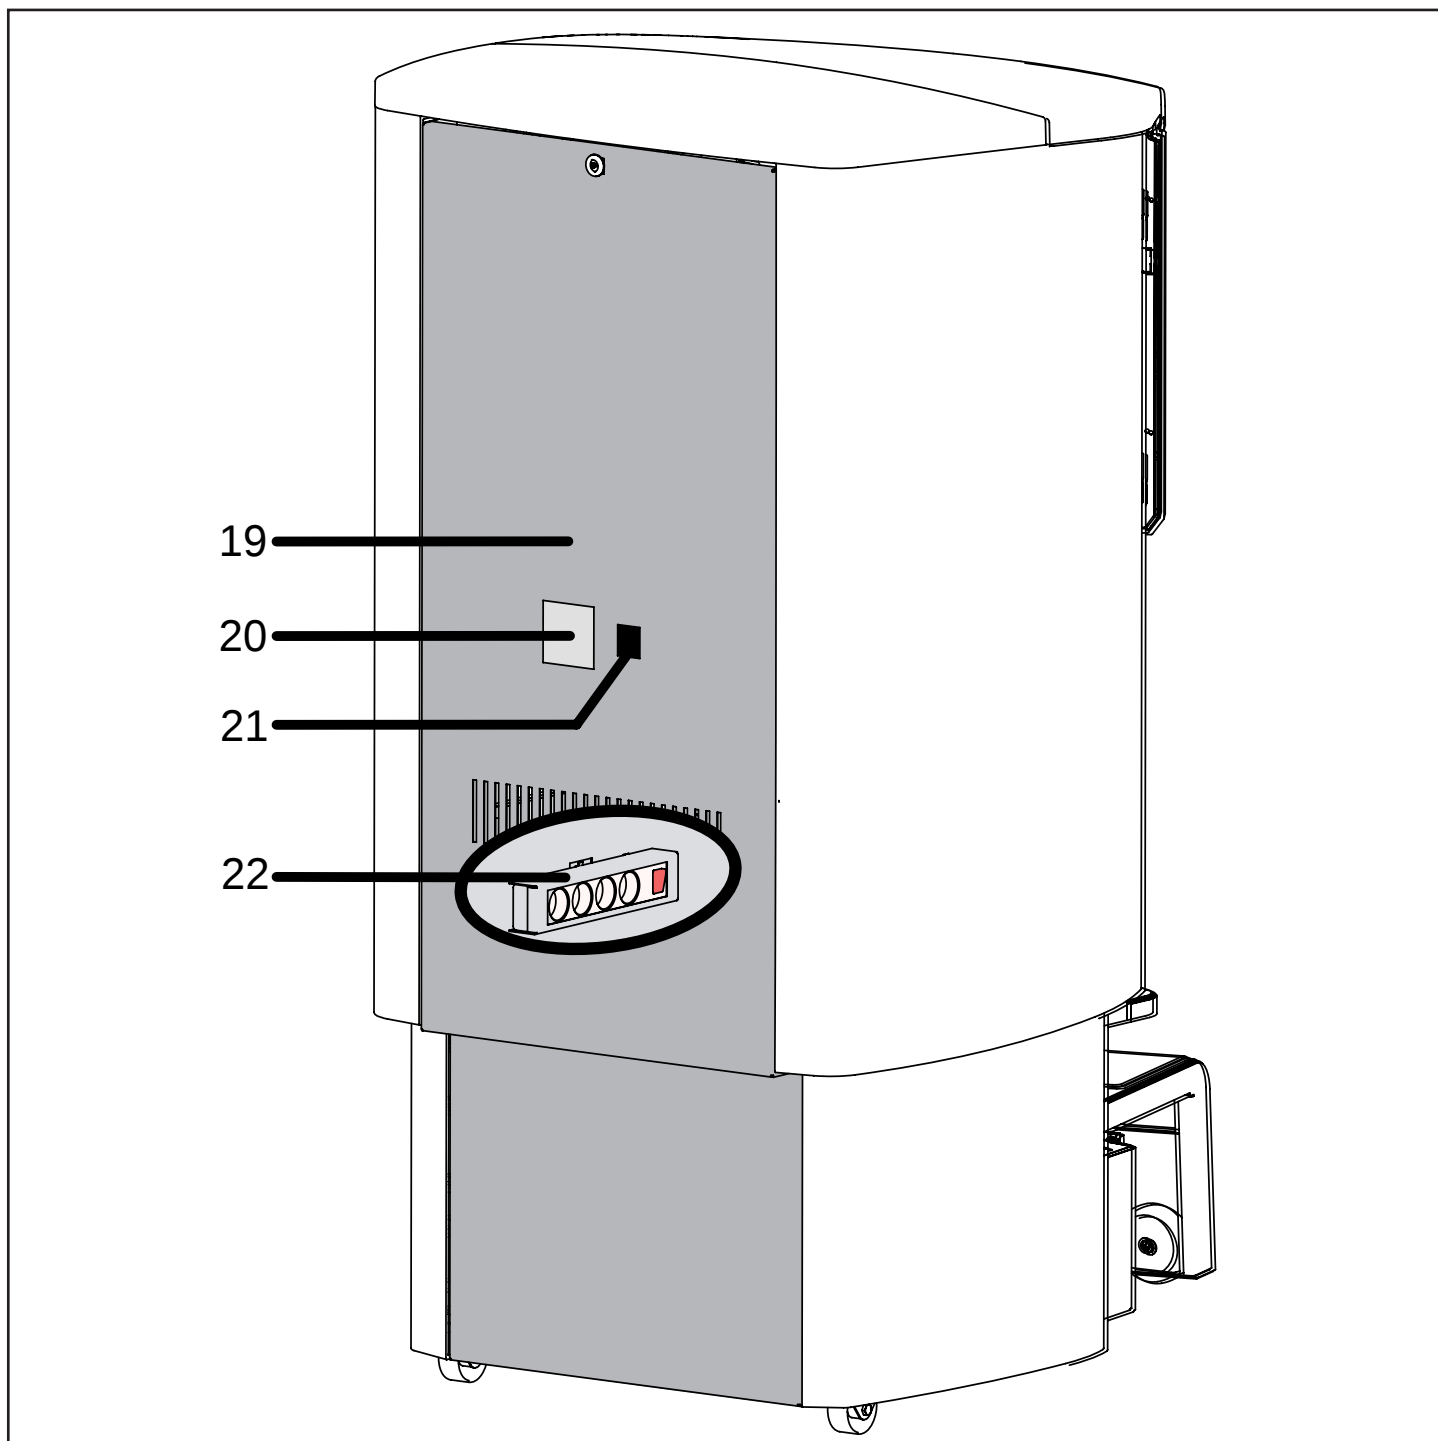

imagen 3-3
- Asegúrese de que el cable de suministro de energía esté correctamente conectado (110/230VAC, 50/60Hz, 10A máx). véase: resumen del dispensador n.º 21 (imagen 3-3).